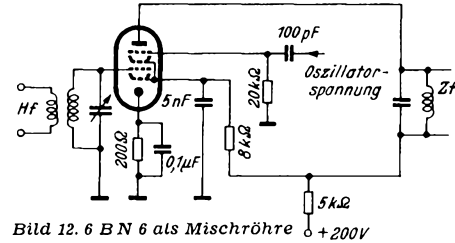

Bild 12. 6 BN 6 als Mischröhre
5. Mischung. Die Röhre kann auch zu Mischzwecken herangezogen werden8). Nach den Literaturangaben ergeben sich allerdings dabei wegen der verschiedenen  $g_1$ -Kennlinien zwischen verschiedenen Röhren große Streuungen der Eigenschaften. Um Signal- und Oszillatorkreis gut zu entkoppeln, wird die Oszillatorspannung nach Bild 12 dem Gitter  $g_3$  zugeführt. Für eine Oszillatorspannung  $> 8 V_{eff}$  ist die Mischsteilheit praktisch konstant und beträgt etwa  $0,8 mA/V$ . Die Anodenspannung